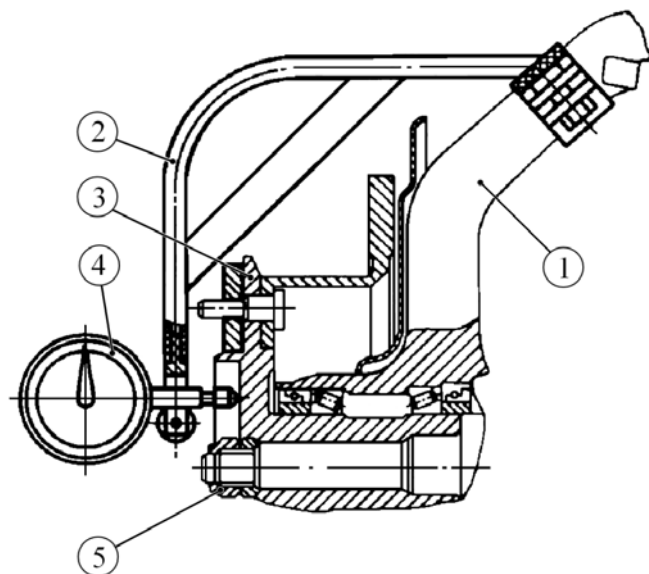

Рисунок 7 – Замер осевого зазора в подшипниках ступицы переднего колеса:
7.2 Установить на поворотный кулак 1, рисунок 7, и закрепить гайками приспособление 2 с индикатором 4. Ножку индикатора упереть в ступицу 3 ближе к регулировочной гайке 5 и выставить шкалу индикатора в положение "0" (ключ гаечный 19, приспособление 67.7834-9507).